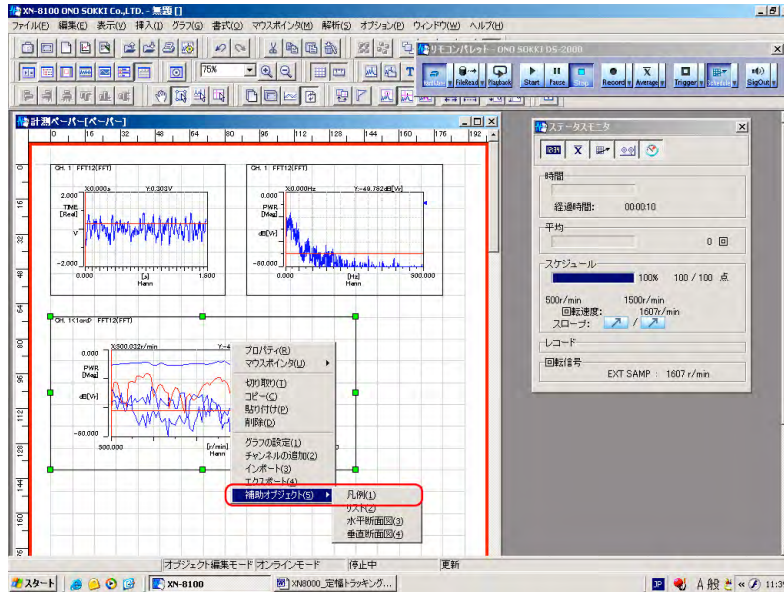

図 19
- ⑪ トレンドグラフをクリックしてアクティブにします。続けて右クリックし、プルアップメニューを開きます (図 19)。